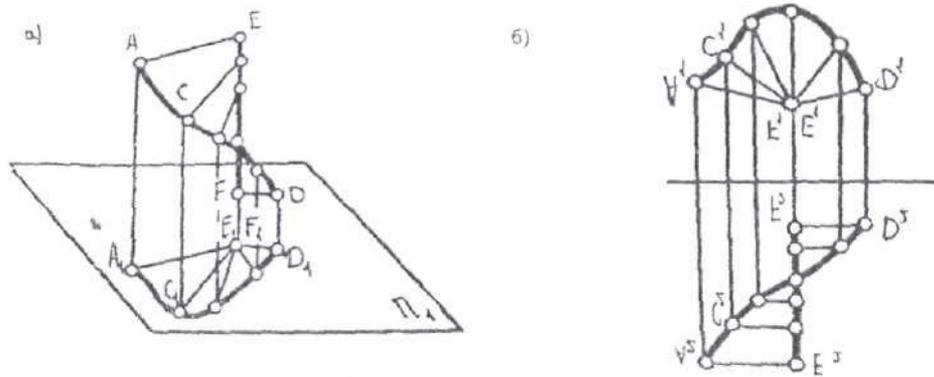

Рис. 12
**Коноид** - линейчатая поверхность, у которой одна направляющая является кривой линией, а вторая - прямой. Образующая во всех положениях параллельна некоторой плоскости параллелизма (рис.12 а, б).